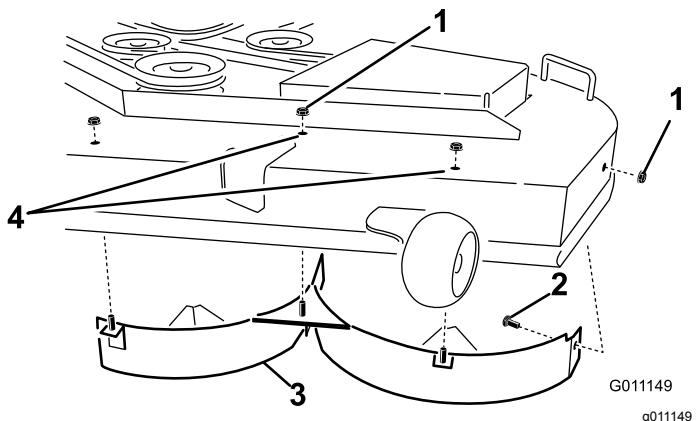

Figura 12
4. Retire las 2 contratuerca (5/16") de las clavijas soldadas del deflector izquierdo, en la parte superior de la carcasa del cortacésped, en las posiciones centro y centro izquierda (Figura 12).
6. Retire el deflector izquierdo de la carcasa del cortacésped según se muestra en Figura 12.